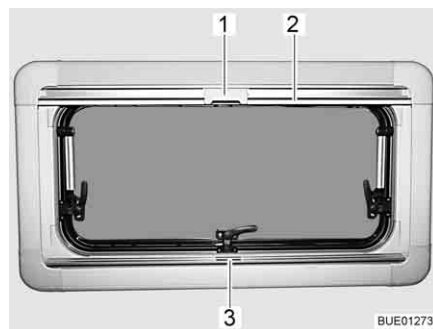

Fig. 71 Fenêtre projetante
- Saisir le dispositif occultant plissé par le centre de la barre-poignée (Fig. 71,3), le tirer du bas vers le haut et le relâcher à la hauteur voulue. Le dispositif occultant plissé reste alors à cette hauteur.
- Tirer la moustiquaire par la barre-poignée (Fig. 71,2) vers le bas jusqu'à ce qu'elle entre en contact avec celle du dispositif occultant plissé (Fig. 71,3).
- Verrouiller le cran (Fig. 71,1) de la moustiquaire avec la barre-poignée du dispositif occultant plissé.
- Presser le cran (Fig. 71,1) en haut de la moustiquaire vers l'arrière.
- Ramener lentement la moustiquaire en arrière au moyen de la barre-poignée (Fig. 71,2).